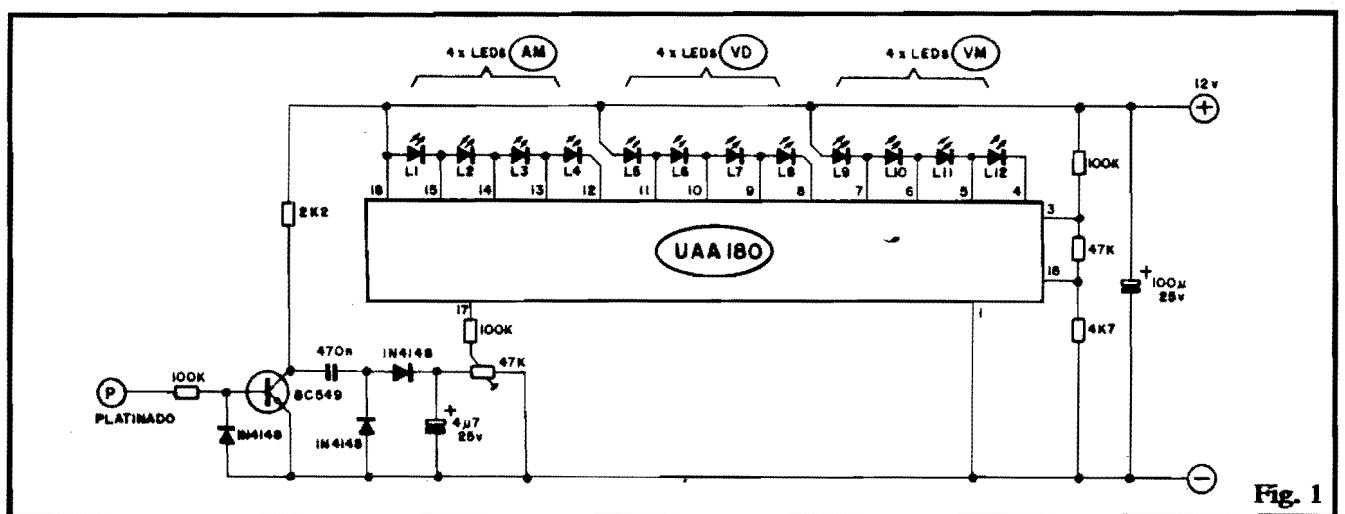

Fig. 1
O "esquema" do COGIBA está na fig. 1. O núcleo do circuito é formado pelo Integrado UAA180, que "embute" uma série de 12 comparadores (com saídas escalonadas, em grupos de 4, referidas a + V...), com um acesso geral de entrada (pino 17). Os pinos 3 e 16 recebem (via "totem resistivo" formado pelos componentes de 100K, 47K e 4K7) tensões de referência que determinam a base e o topo da escala de comparação de tensões. Com tal pre-dimensionamento da escala, quanto maior for a tensão aplicada ao pino de entrada (17), mais LEDs da barra de 12 pontos se iluminarão, numa razão proporcional "degrau a degrau" (daí a denominação "análogo-digital) que atribuímos ao sistema...).